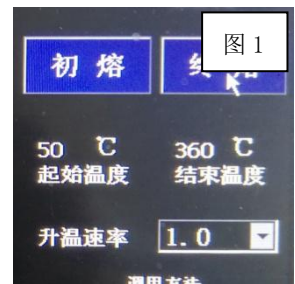

图 1
1. 显示屏右侧显示起始值（如图 1），默认起始温度 50℃，结束温度 360℃，升温速率 1℃/分钟。用户可以点击屏幕上对应参数区域来更改。